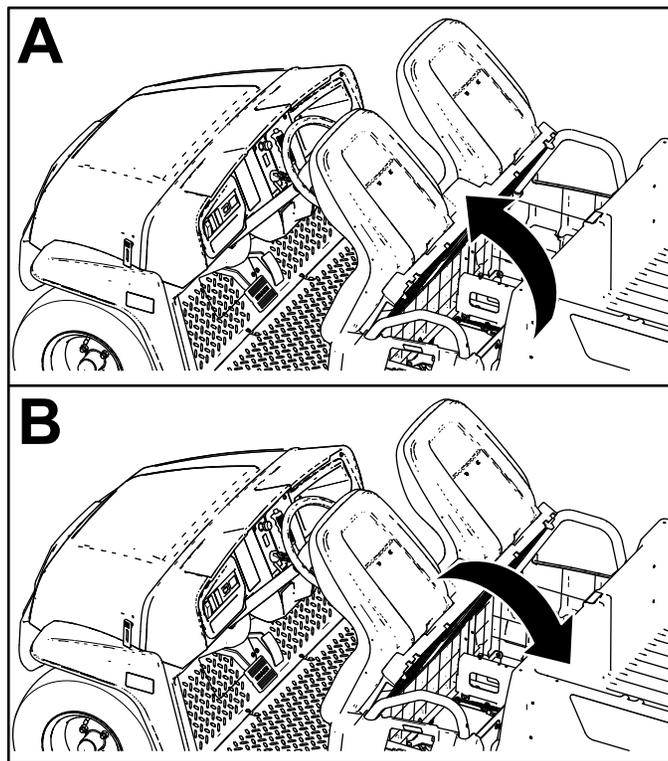

Figura 25
Para elevar o conjunto do banco, empurre o conjunto do banco para a frente até assentar no volante (Figura 25).
Para descer o conjunto do banco, empurre o conjunto do banco para trás até assentar na sua posição original (Figura 25).
1. Empurre o conjunto do banco para a frente para aceder à posição levantada (Figura 25).